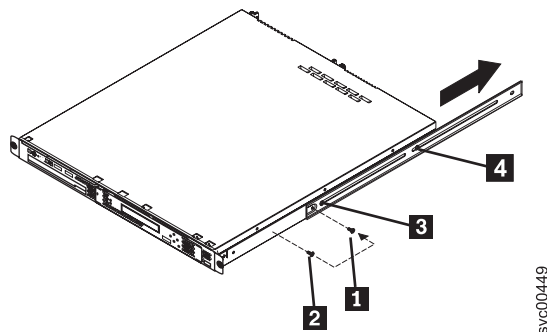

図 36. スライド・レールへの SAN ボリューム・コントローラー 2145-8A4 ノードの固定
7. 63 ページの図 36 に示すように、大きいほうのねじ **1** を取り外します。ねじ **2** を取り外して保管します。ねじ **3** および **4** を緩めます。レールをノード後部に向けてスライドさせ、保管しておいたねじを、大きい方のねじ **1** が取り付けられていた位置に挿入します。3 本のねじ (**2**、**3**、および **4**) を締めます。